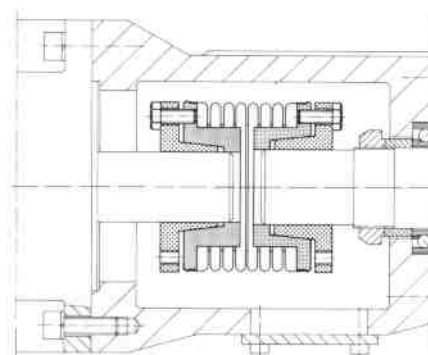

Bild 9
Die Wellen von An- und Abtrieb müssen über die gesamte Länge der Konusbuchse (2) bzw. der Klemmnaben (4) in diese hineinragen (Bild 9).